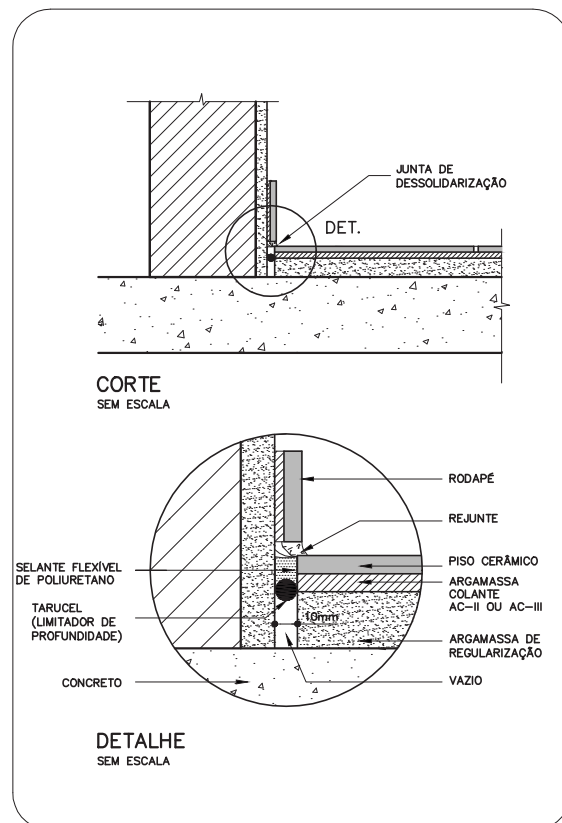

Figura 1:
- » as juntas de dessolidarização deverão ser previstas por ocasião da execução da argamassa de regularização, utilizando chapas de EPS ou sarrafos de 10mm. (Ver figura 1).